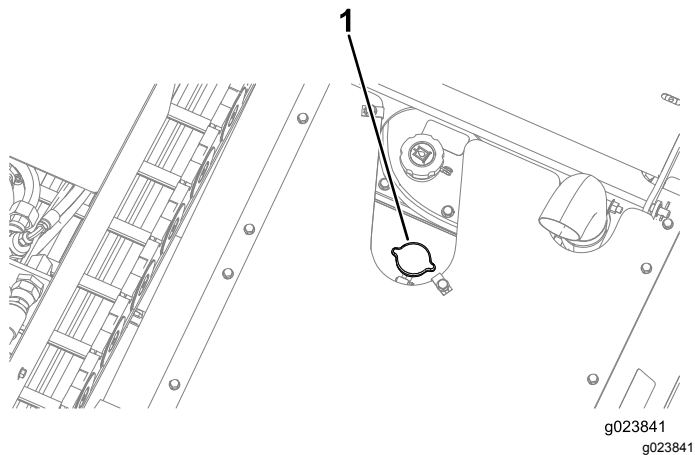

Figure 115
3. Retirez le bouchon de radiateur (Figure 115).
5. Remettez le bouchon de radiateur en place et serrez-le solidement (Figure 115).